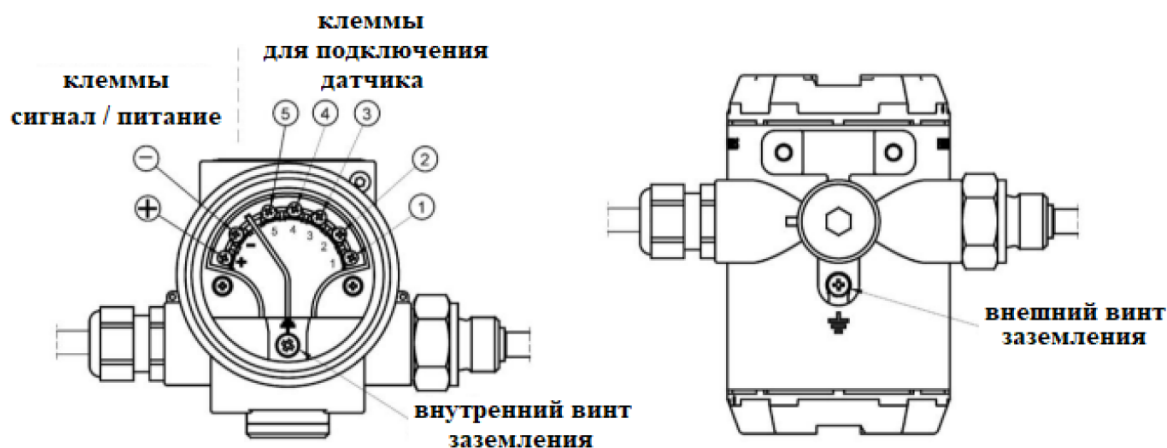

Рисунок 5 – Внутренняя и внешняя клеммы заземления
2.2.2.3 Преобразователи имеют внутренние и внешние клеммы заземления (рисунок 5).